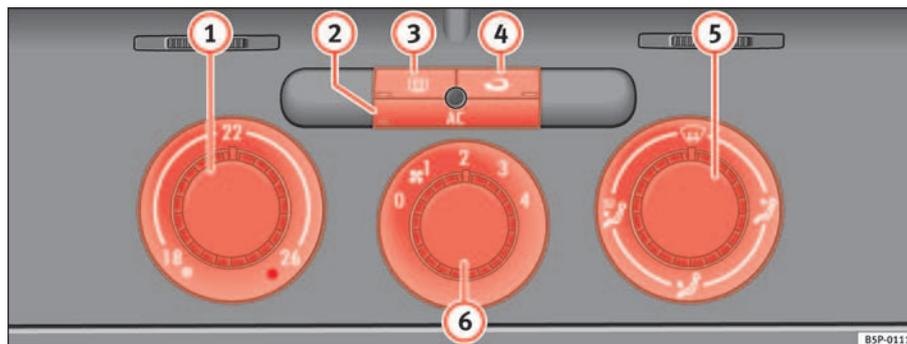

Fig. 122 Mandos del Climatic en el tablero de instrumentos
- Con los reguladores ⇒ fig. 122 ① y ⑤ y con el mando ⑥ se regula la temperatura, la distribución del aire y la velocidad de la turbina.
- Pulse la tecla ②, ③ o ④ para activar o desactivar la función correspondiente. Cuando la función está activa, la ventana situada en la esquina inferior de la tecla se ilumina.
- ① Regulador de temperatura ⇒ página 154
② Tecla **AC** – Encender o apagar el grupo refrigerador ⇒ página 154
- ③ Tecla – Luneta térmica. Esta función se apaga automáticamente aproximadamente 20 minutos después de haberla conectado. Se puede desconectar antes pulsando de nuevo la tecla.
- ④ Tecla – Recirculación de aire ⇒ página 156
- ⑤ Regulador de la distribución de aire ⇒ página 154
- ⑥ Mando de la turbina. El caudal de aire tiene 4 niveles de ajuste. La turbina debería funcionar siempre en el nivel más bajo cuando se circule a poca velocidad. ▶
- Encienda el climatizador con la tecla ⇒ página 153, fig. 122